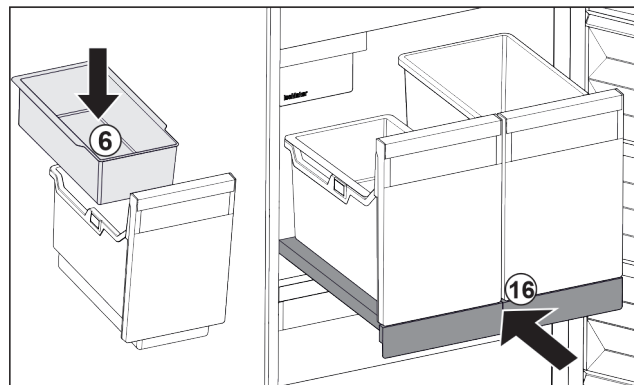

Fig. 30
- ▶ Vsadte závěsnou misku Fig. 30 (6) pro kostky ledu.
- ▶ Zasuňte vysouvací přihrádku s nádobou (IceTower). Fig. 30 (16)